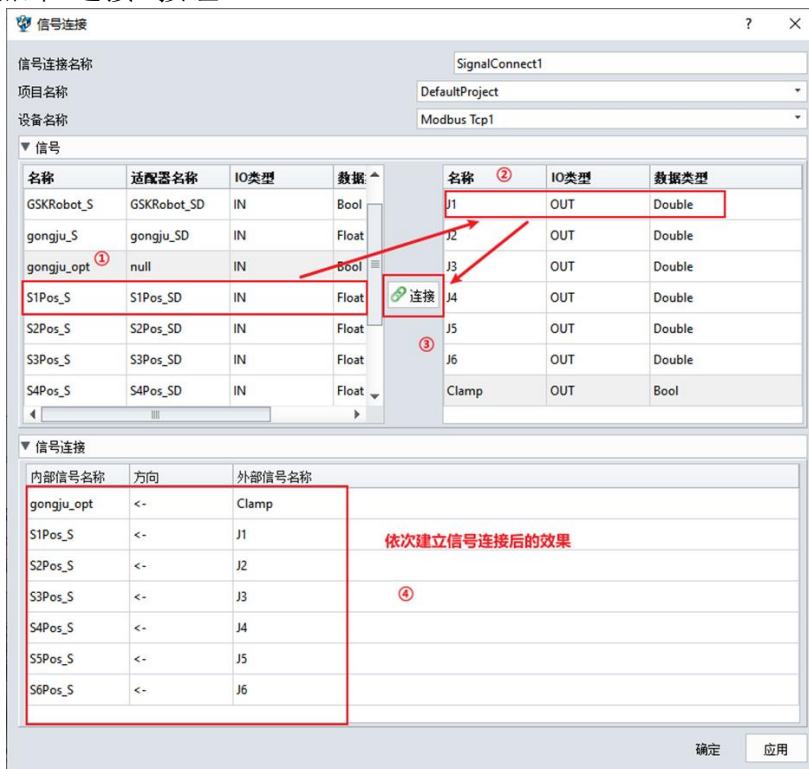

图 12-20: 连接方法
- ✧ 点击左列中的内部信号 "S1Pos\_S"。(图 12-20, 点 ①)
- ✧ 点击右列中的外部信号 "J1"。(图 12-20, 点 ②)
- 为所有其余的内部和外部信号对重复这些步骤, 根据图 12-20 中显示的顺